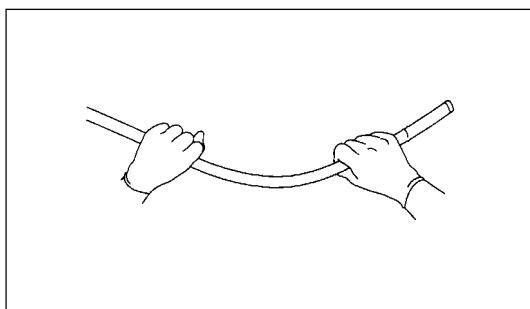

Рис. 3.3.
3. Поочерёдно установите регулировочное кольцо в положения, соответствующие наиболее гибкому и наиболее жёсткому состоянию вводимой трубки. В каждом случае следует, удерживая вводимую трубку двумя руками в 30 и 50 см от дистального конца, мягко сгибать её, как показано на рис. 3.3. Убедитесь в том, что гибкость вводимой трубки действительно изменяется при вращении регулировочного кольца.